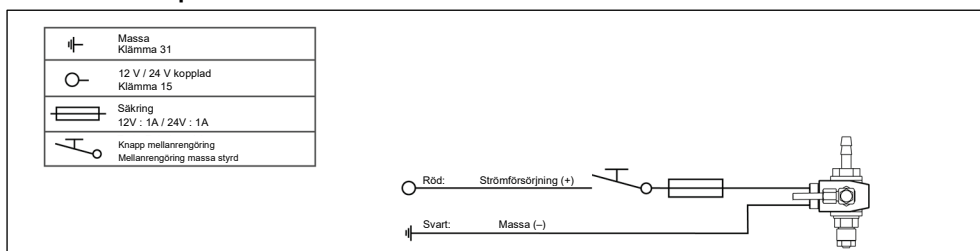
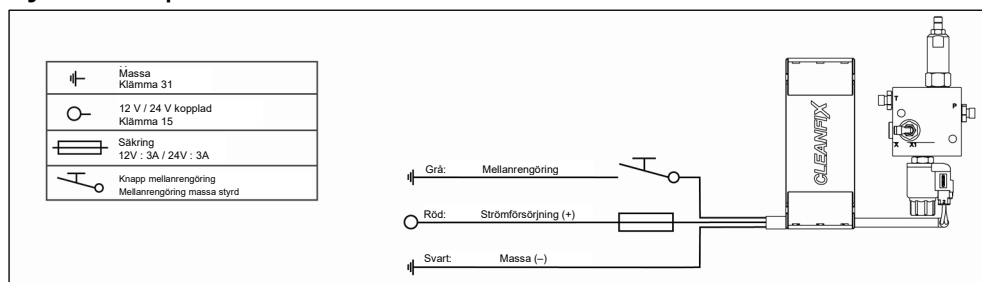

Bild 65
Bild 73
Om en kopplad, säkrad strömförsörjning (klämma 15) med tillräcklig spänning (se Bild 65–Bild 73) är tillgänglig, kan den användas.
- 40) Anslut den elektriska komponenten till maskinens strömförsörjning (se Bild 65–Bild 73).